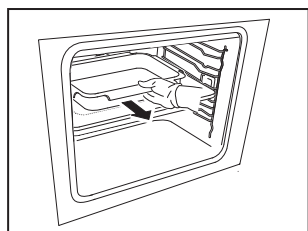

Fig. 1
1. Saisissez à deux mains la poignée avant et retirez partiellement le récipient de cuisson (Fig. 1).